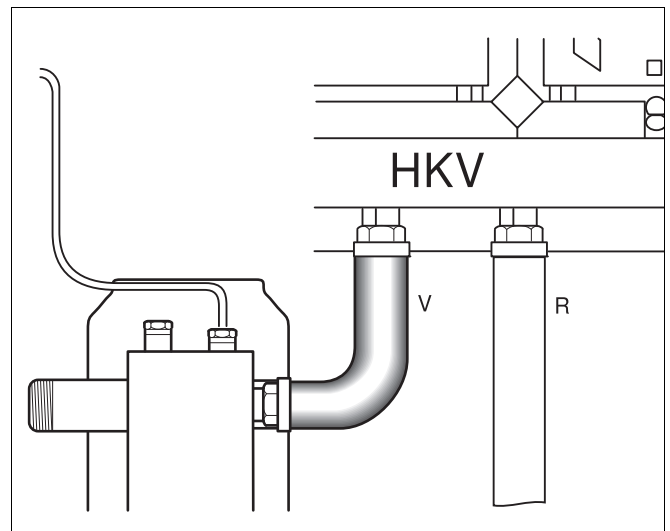

Рис. 8 Труба подающей линии
- Приверните накидную гайку трубы подающей линии (рис. 8, [V]) с уплотнением к подающей линии гребенки отопительного контура (средний штуцер).